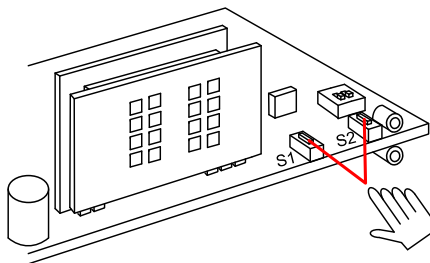

Figure 5
2. Appuyer brièvement sur le bouton S1 ou S2 situé sur la carte à l'intérieur du radar (Fig.5).